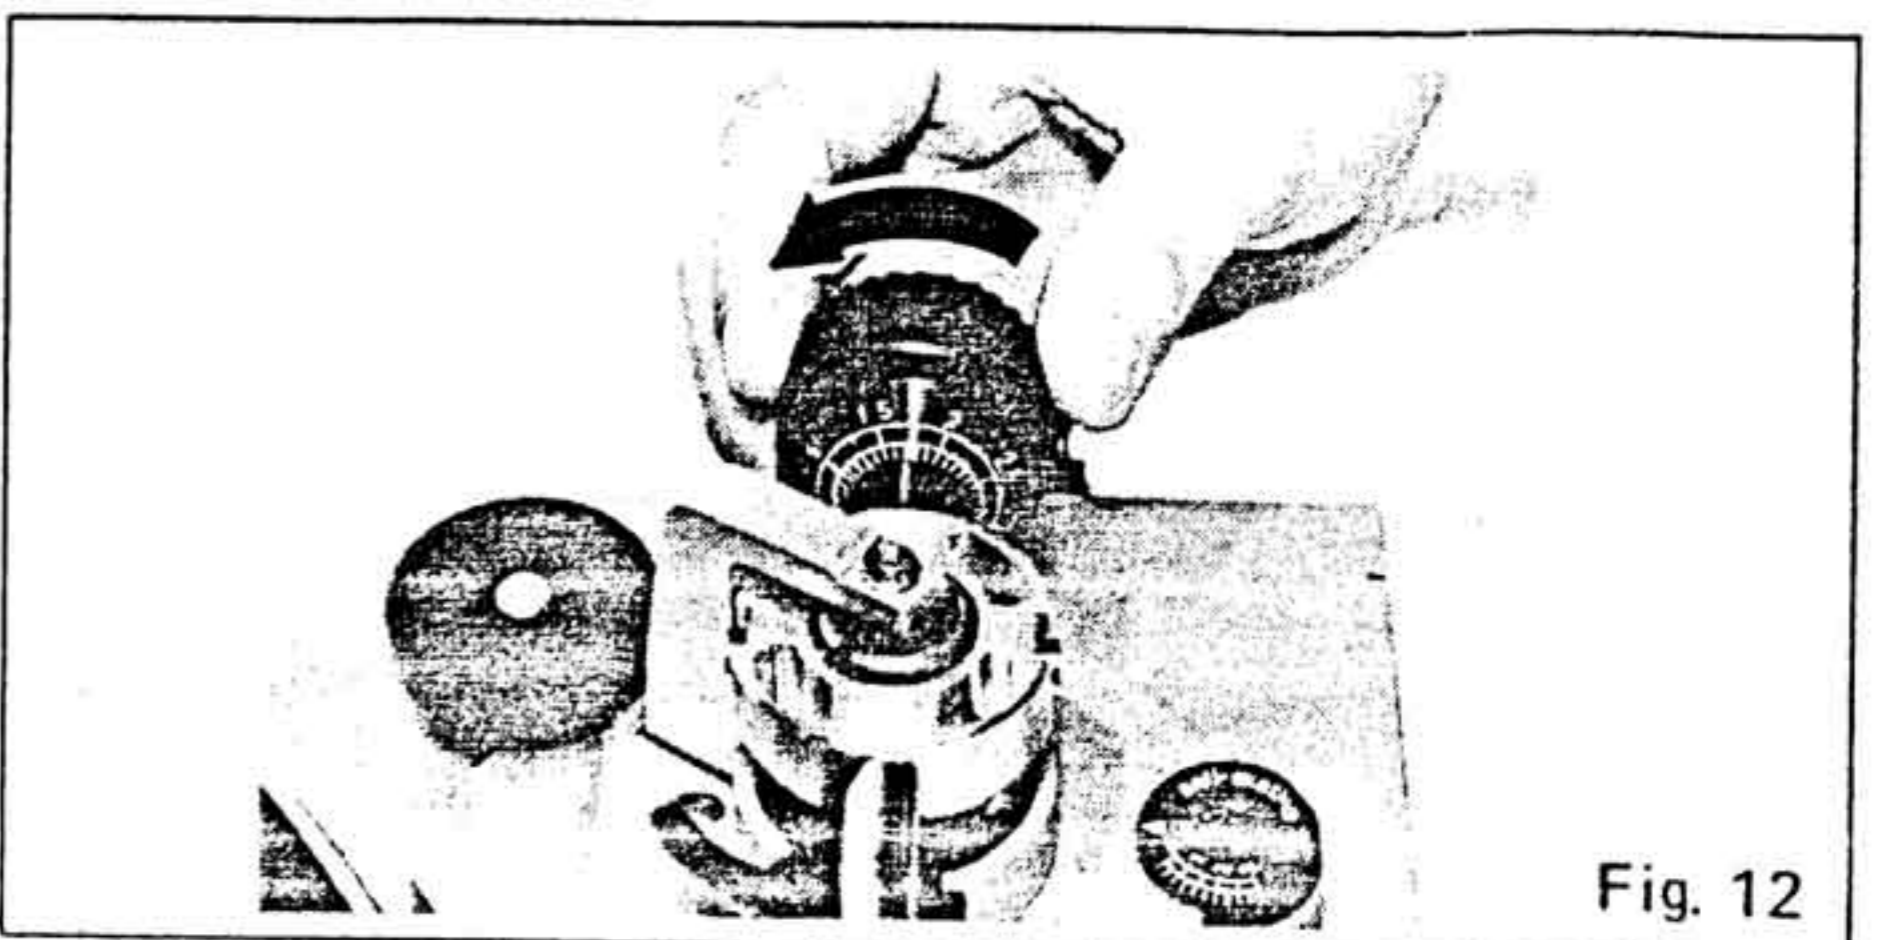

Fig. 12
6. Nach der Einstellung der horizontalen "0"-Balance, drehen Sie das Gegengewicht im Uhrzeigersinn (in der Pfeilrichtung), und bringen Sie es mit dem korrekten Auflagedruck in Übereinstimmung. (Vgl. Abb. 12.)